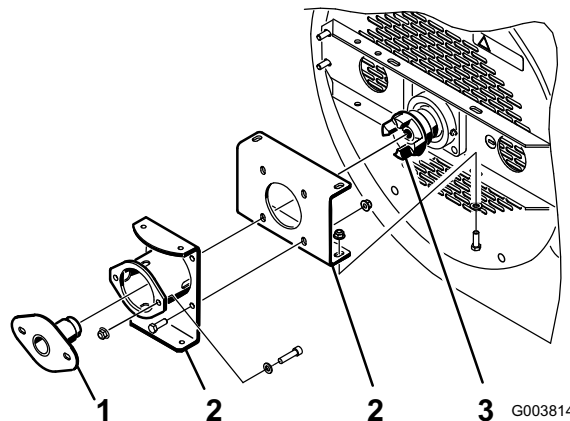
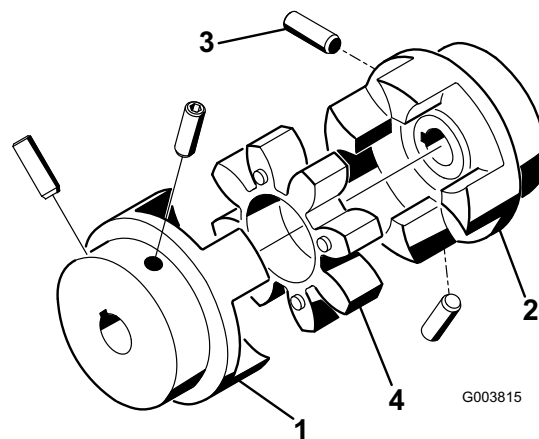

Figure 9
Figure 10
1. Montez les supports de fixation sur le carter de la souffleuse, mais ne serrez pas les vis et les écrous à ce stade (Figure 9).
2. Insérez l'outil d'alignement de palier dans les supports de fixation et l'accouplement de ventilateur (Figure 9). Veillez à ce que l'accouplement en étoile (Figure 10) ne se trouve pas dans l'accouplement.
- Serrez les vis de fixation du moteur et des accouplements de l'arbre de ventilateur (Figure 10) à un couple de 6,5 à 9,3 Nm.